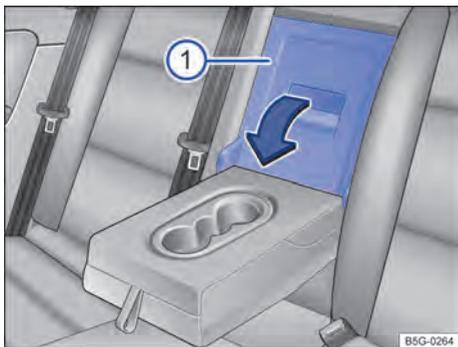

Fig. 100 No encosto do banco traseiro: abrir o dispositivo para transporte de objetos longos.
- Puxar a alavanca de destravamento no sentido da seta e rebater a tampa do dispositivo para transporte de objetos longos ⇒ Fig. 100  totalmente para frente.